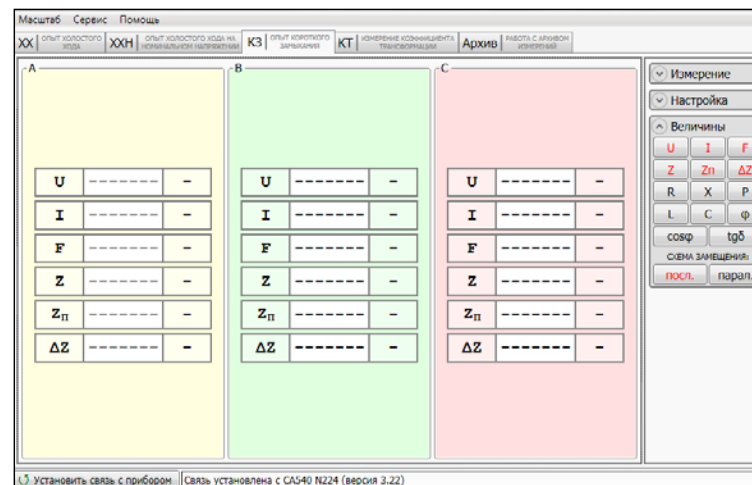

Рисунок 7.22
10) Развернуть поле "Величины" (рисунок 7.22), для чего щелкнуть по кнопке .